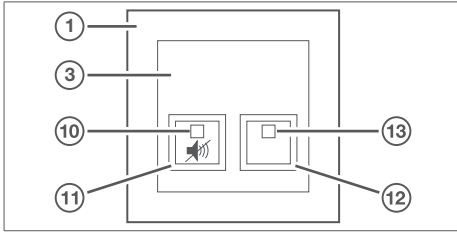

Bild 13: Dienstzimmereinheit Abdeckung mit Rahmen
- Die gelbe Stummtaste im Dienstzimmer betätigen (Bild 13, 11).